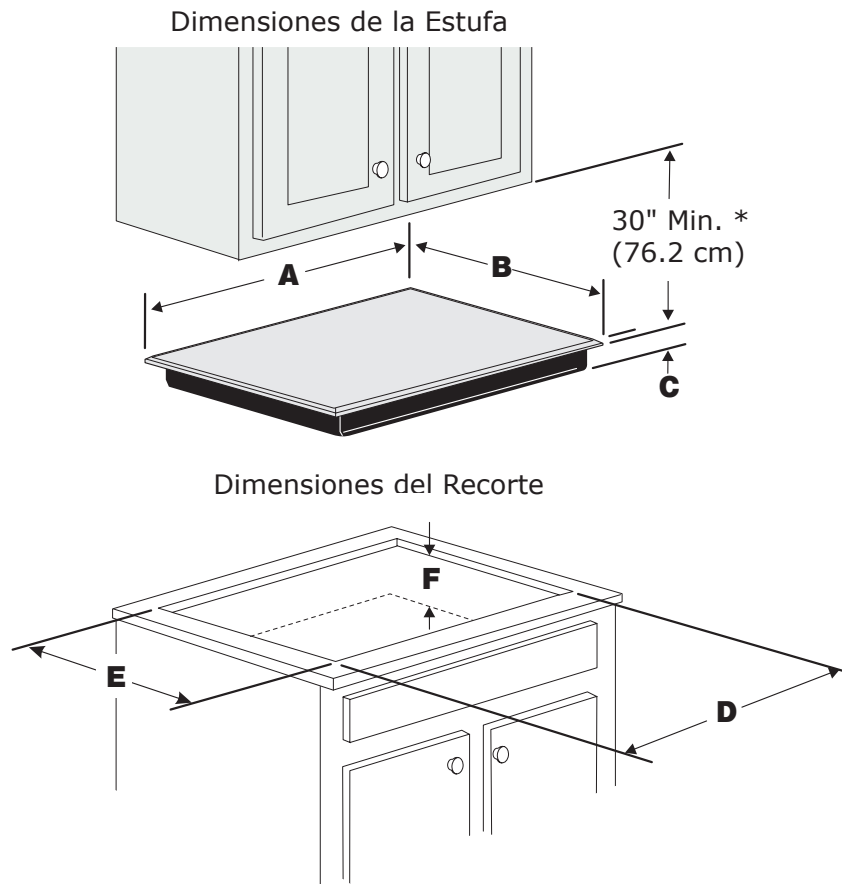

Figura 1
2. El cable blindado flexible que se extiende desde el aparato debe conectarse directamente a la caja de conexiones. La caja de conexiones debe ubicarse como se muestra en la Figura 1 o la Figura 2 y con la mayor holgura posible en el cable entre la caja y el electrodoméstico, de modo que pueda moverse si alguna vez es necesario realizar el mantenimiento.